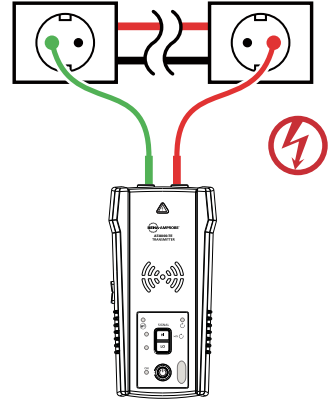

Figura 3.1a: Conexión adecuada con conexión neutra independiente
2. Con los accesorios de terminales de prueba suministrados, conecte el terminal de prueba rojo al cable de línea/fase que se rastreará. En el caso de sistemas energizados, la señal se transmitirá ÚNICAMENTE entre el lado de carga al que está conectado el transmisor y la fuente de alimentación (consulte la Figura 3.1a).